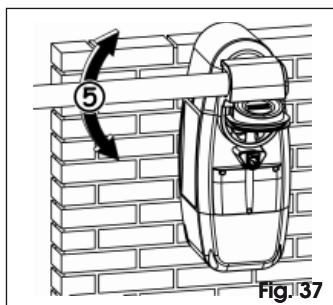

Fig. 37
4. Beweeg de arm met de hand, Fig. 37.